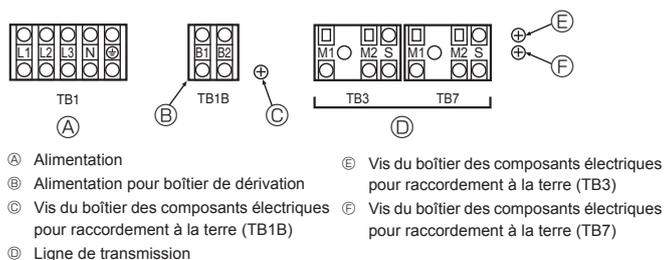

Fig. 6-1
6.2. Boîtier de commande et emplacement pour le raccordement des câbles (Fig. 6-1)
- Connectez les fils entre l'appareil extérieur et l'appareil intérieur ou raccordez le boîtier au bloc de sortie de transmission (TB3) de l'appareil extérieur. Connectez les fils entre l'appareil extérieur et le système de commande centralisée au bloc de sortie de transmission (TB7) de l'appareil extérieur. En cas d'utilisation de câblage blindé, raccordez la masse du câblage blindé à la borne blindée (S) du bornier (TB3) ou (TB7). Si la connexion du connecteur d'alimentation de transmission de l'appareil extérieur a été modifiée de CN41 à CN42, raccordez la borne blindée (S) du bornier (TB7) à la vis (E) à l'aide du fil fourni.
- * La borne blindée (S) du bloc de sortie de transmission (TB3) est connectée à la masse (E) lorsque l'appareil quitte l'usine.